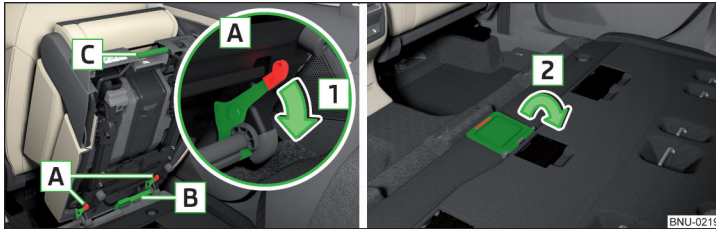

Abb. 92 Sitz entriegeln / Abdeckkappe zuklappen
- › Den Sitz durch Drücken der Sitzverriegelungen **A** in Pfeilrichtung **1** entriegeln » Abb. 92.
- › Den mittleren Sitz herausnehmen und die Abdeckkappe für die Steckdose im Boden zuklappen » Abb. 92 auf Seite 91.
- › Vor dem Einsetzen des mittleren Sitzes die Abdeckkappe für die Steckdose im Boden entgegen der Pfeilrichtung **2** aufklappen » **Abb. 92 auf Seite 91**.